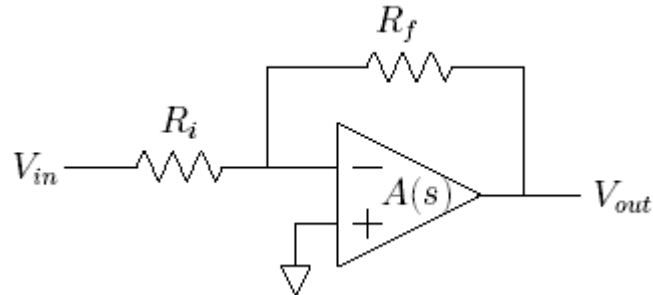

Figura 2. Configuración del amplificador operacional 1.
2. Considere el circuito de la Figura 2.